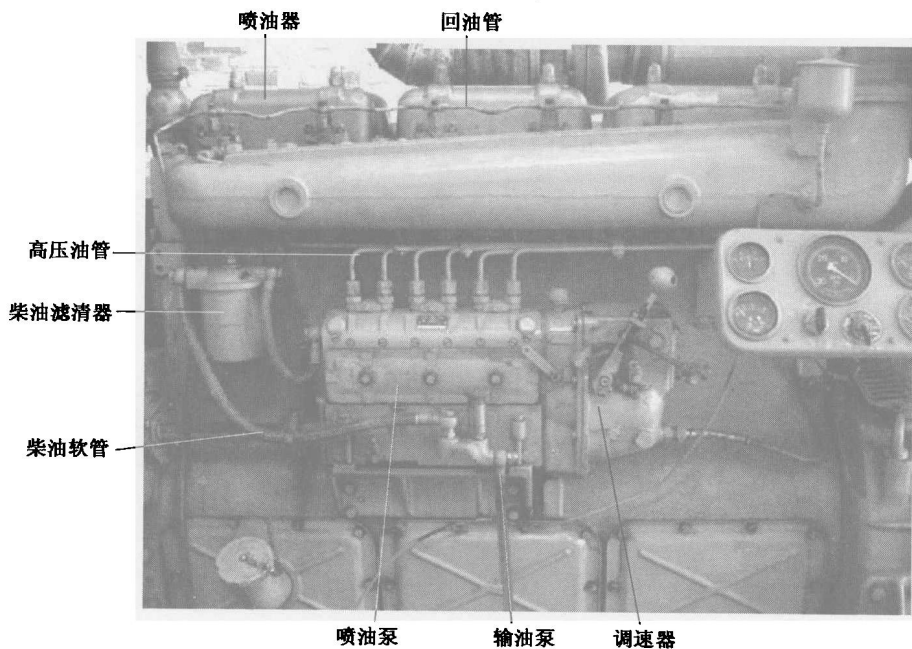

图 1-1 燃油供给系统的实物组成部件
柴油机在使用过程中所发生的故障多数是燃油供给系统引起的。燃油供给系统中各零部件工作性能的好坏,将直接影响到柴油机的动力性、经济性、噪声和废气排放等指标。正确地维修燃油供给系统中的各零部件,是确保柴油机正常工作的关键。燃油供给系统中的喷油泵、调速器、喷油器和输油泵等是柴油机中最精密的部件,这些部件的调整和维修精度比较高,在柴油机工作中又特别容易发生故障,因此,在维修柴油机时,对于燃油供给系统应给以足够的重视。燃油供给系统的实物组成部件如图 1-1 所示。
- ① 该系列喷油泵的泵体为整体式结构，其中 P 型泵采用整体密封式结构。
- ② 油量的调整由齿杆齿圈式调节机构完成。
- ③ 滚轮体总成高度的上升或下降可以通过旋进或旋出滚轮体螺钉的方法进行调整，其中 P 型泵采用增减垫片的方法改变滚轮体总成的高度。
- ④ 柱塞槽由螺旋槽和外开直槽组成。
- ⑤ 该系列喷油泵可根据使用情况的不同来选用全程式或两极式调速器。
- 柱塞式喷油泵的外部结构如图 1-1 所示。